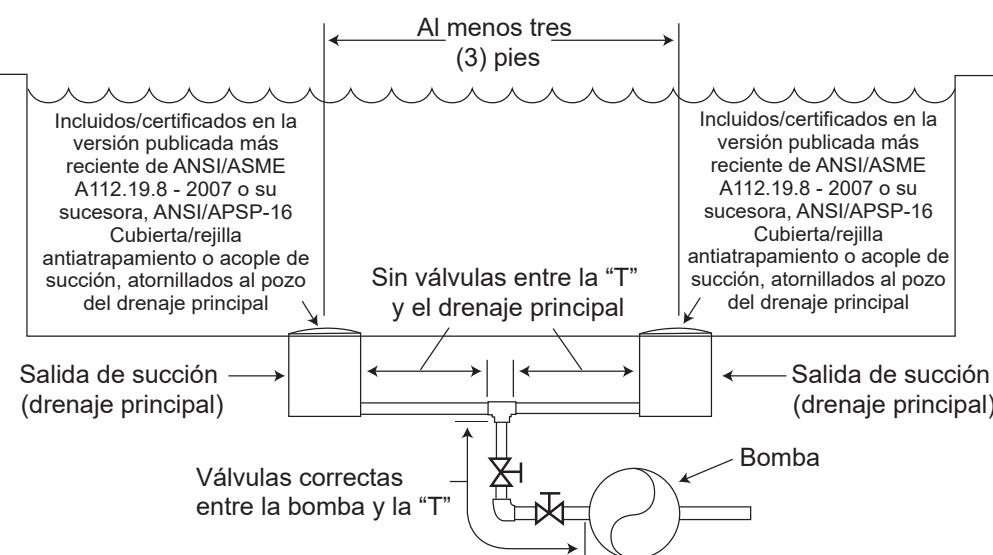

Figura 1. Cantidad de salidas de succión por bomba
**Cantidad de salidas de succión por bomba:** proporcione al menos dos (2) drenajes principales balanceados hidráulicamente con cubiertas, como salidas de succión para cada línea de succión de la bomba de circulación. Los centros de los drenajes principales (salidas de succión) de cualquier línea de succión individual deben estar al menos a tres (3) pies de distancia de centro a centro. Consulte la Figura 1.
El sistema **debe** construirse para incluir al menos dos (2) salidas (drenajes) de succión conectadas a la bomba siempre que la bomba esté en funcionamiento. Sin embargo, si dos (2) drenajes principales van a una única línea de succión, la única línea de succión puede estar equipada con una válvula que apague ambos drenajes principales desde la bomba. El sistema se construirá de tal modo que no permita el cierre o el aislamiento separado independiente de cada drenaje. Consulte la Figura 1. Es posible conectar más de una (1) bomba a una única línea de succión siempre que se cumplan los requisitos anteriores.